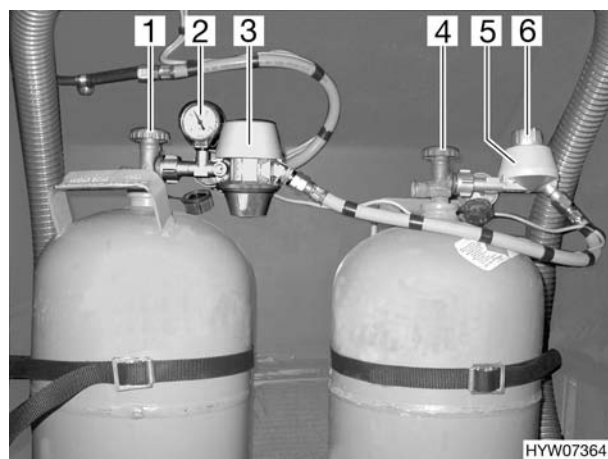
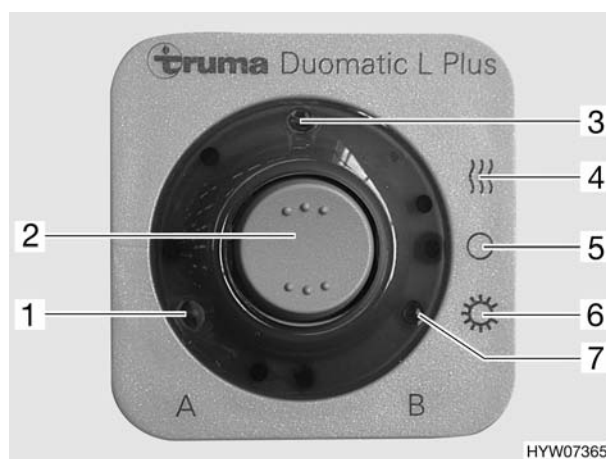

Bild 89 Duomatic-Umschaltanlage
Bild 90 Fernanzeige
Die Duomatic-Umschaltanlage besteht aus einem Zentralregler (Bild 89,3) und einem Umschaltregler (Bild 89,5). Mit dem Drehknopf (Bild 89,6) am Umschaltregler kann bestimmt werden, welche der Gasflaschen als Betriebsflasche und welche Gasflasche als Reserveflasche verwendet wird. Beide Regler sind mit einem Druckwächter und der Regler-Enteisungsanlage Eis-Ex ausgestattet. Das Manometer (Bild 89,2) am Zentralregler zeigt den Druck in der Gasflasche an, nicht den Füllstand der Gasflasche. Mit dem Manometer kann die Gasflasche auf Dichtheit geprüft werden. Das Bedienteil (Bild 90) schaltet nur die elektrischen Funktionen. Die Haupt-Absperrventile der Gasflaschen (Bild 89,1 und 4) müssen von Hand geöffnet werden.
- Die Haupt-Absperrventile an den Gasflaschen (Bild 89,1 und 4) öffnen.
- Mit dem Drehknopf (Bild 89,6) am Umschaltregler (Bild 89,5) die Gasflasche wählen, der vorrangig das Gas entnommen werden soll (Betriebsflasche). Den Drehknopf immer bis zum Anschlag drehen.
Wenn der Drehknopf im roten Bereich steht, wird das Gas vorrangig der Gasflasche mit dem Zentralregler (Bild 89,3) entnommen.
Wenn der Drehknopf im grünen Bereich steht, wird das Gas vorrangig der Gasflasche mit dem Umschaltregler (Bild 89,5) entnommen.
- An der Fernanzeige (Bild 90) die Betriebsart wählen und die Duomatic-Umschaltanlage einschalten. Beide Gasdruckregler sind jetzt entlüftet.
Mit der Fernanzeige (Bild 90) wird die Betriebsart gewählt. Außerdem signalisiert die Fernanzeige im Fahrzeuginneren, welche Gasflasche leer ist.
Die Betriebsart mit dem Wippschalter (Bild 90,2) einstellen. Bei Betrieb leuchtet die Betriebsanzeige (Bild 90,3).
- Winterbetrieb "Ein und Heizen" (Bild 90,4)
- Aus (Bild 90,5)
- Sommerbetrieb "Ein" (Bild 90,6)
- Kontroll-Leuchte "A" (Bild 90,1): Gasflasche am Zentralregler
- Kontroll-Leuchte "B" (Bild 90,7): Gasflasche am Umschaltregler